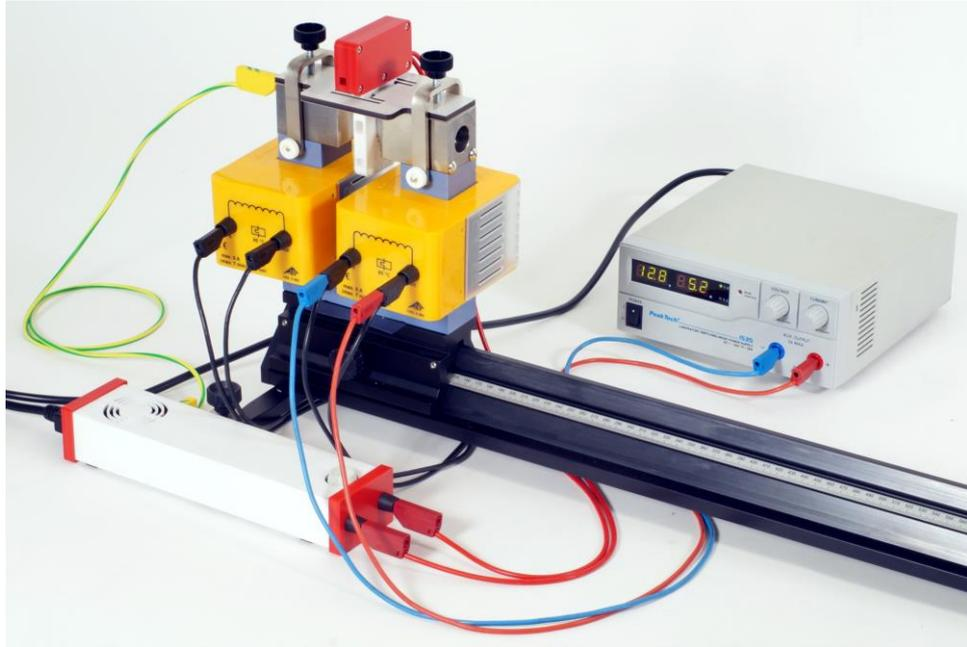
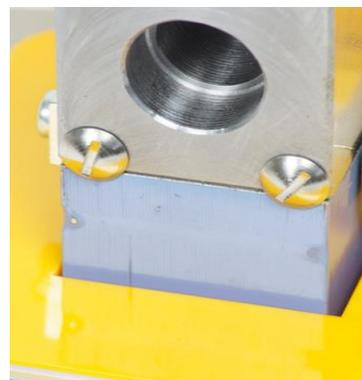

Fig. 1 : Électroaimant installé avec lampe Cd montée.
Fig. 2 : Pièce polaire placée correctement sur le noyau en U.
- Veiller à ce que la paire de vis (verrouillages de sécurité) dans les deux pièces polaires soit alignée aux côtés du noyau en U (Fig. 2).
- Placer les bobines sur les côtés du noyau en U (Fig. 1).
- Placer les pièces polaires sur les côtés du noyau en U (Fig. 1). Veiller à ce que les pôles coniques soient face à face et que les pôles plans soient alignés aux côtés du noyau en U (Fig. 2). Utiliser les deux paires de vis comme aides au positionnement.
- Brancher les deux bobines de manière anti-parallèle (relier à chaque fois les prises 0 et 900) au bloc d'alimentation CC (Fig. 1).